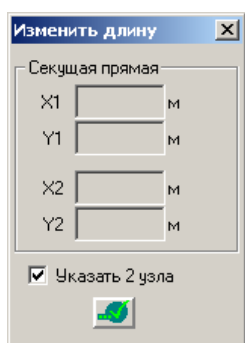

Рис.1.5.13. Окно диалогов **Изменить длину**
- В открывшемся окне диалогов **Изменить длину** (рис. 1.5.13) задайте следующие параметры: